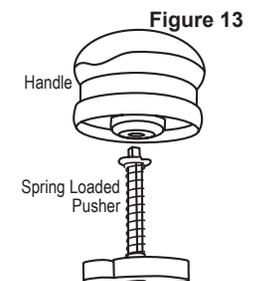

Figure 13
5. Line up the square end of the Spring Loaded Pusher with the square opening of the Handle, push it in until it is fully seated (Figure 13).
5. Alignez l'extrémité carrée du poussoir à ressort à l'ouverture carrée de la poignée, enfoncez-la jusqu'à ce qu'elle soit bien logée (Figure 13).